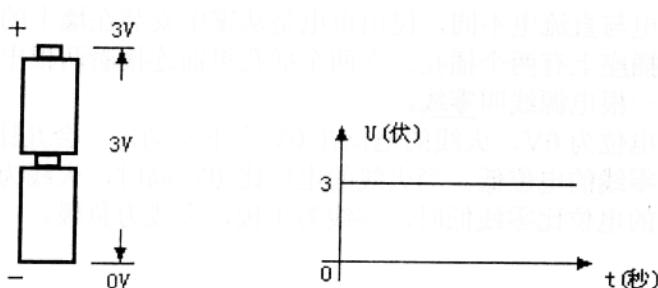

图 1-4 直流电源电压的图形
电源用字母“E”和符号“”表示，符号中细长的一端为正极，短粗的一端为负极。用电池充当电源时，其负极电位为零，正极电位不仅比负极高，而且（在理想状态下）是一个恒定不变的值。这样的电压叫直流电压，能够提供直流电压的电源叫直流电源。直流电压的特点可以用图 1-4 中的一个表示电压与时间关系的图象表示出来。在图象中，竖线表示电压 (V) 的大小，横线表示出现电压的时间 (t)。